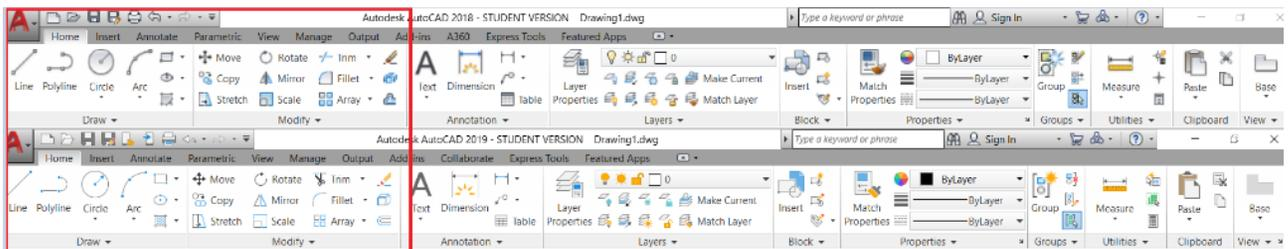

Figura 2.1. Tabla ribbon
- En las figura 2.1 se muestra un cambio la parte grafica en la barra RIBBON a comparación del AutoCAD 2018-2019, haciendo las herramientas más fáciles de ver para aquellas personas que trabajan en ambientes más oscuros o trabajan tiempos prolongados en la computadora.